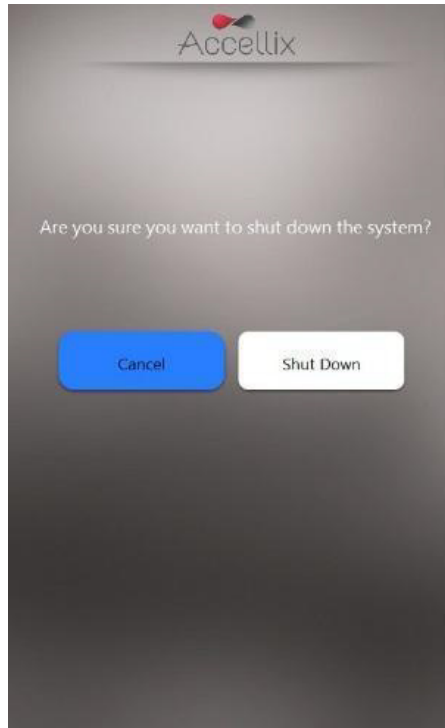

Abbildung 49: Bildschirm „Confirm Shut Down“ (Herunterfahren bestätigen)
1. Tippen Sie auf dem **Startbildschirm** (wenn Anmeldungen deaktiviert sind) oder auf dem Anmeldebildschirm (wenn Anmeldungen aktiviert sind) auf das **Herunterfahren**-Symbol . Der Benutzer wird aufgefordert, das Herunterfahren zu bestätigen (Abbildung 49).